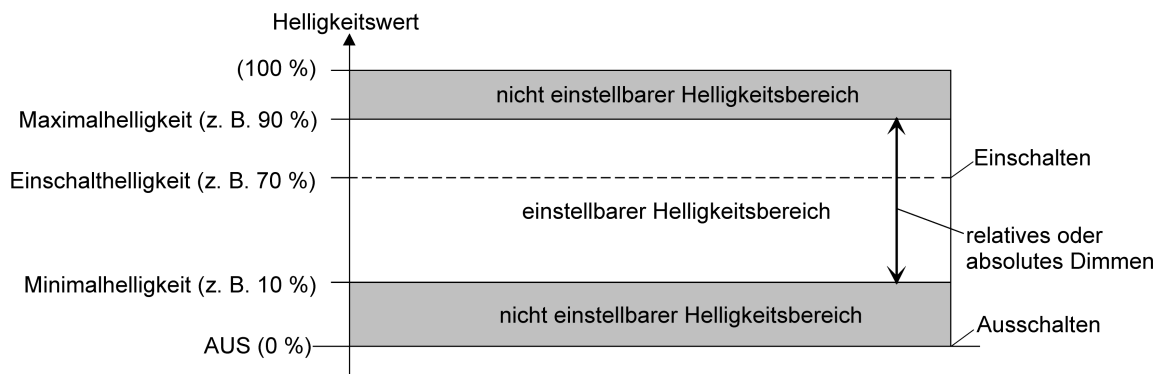

Bild 12: Beispiel eines Helligkeitsbereiches mit Minimalhelligkeit
- Definition der unteren Helligkeitsgrenze mit Minimalhelligkeit (siehe Bild 12):